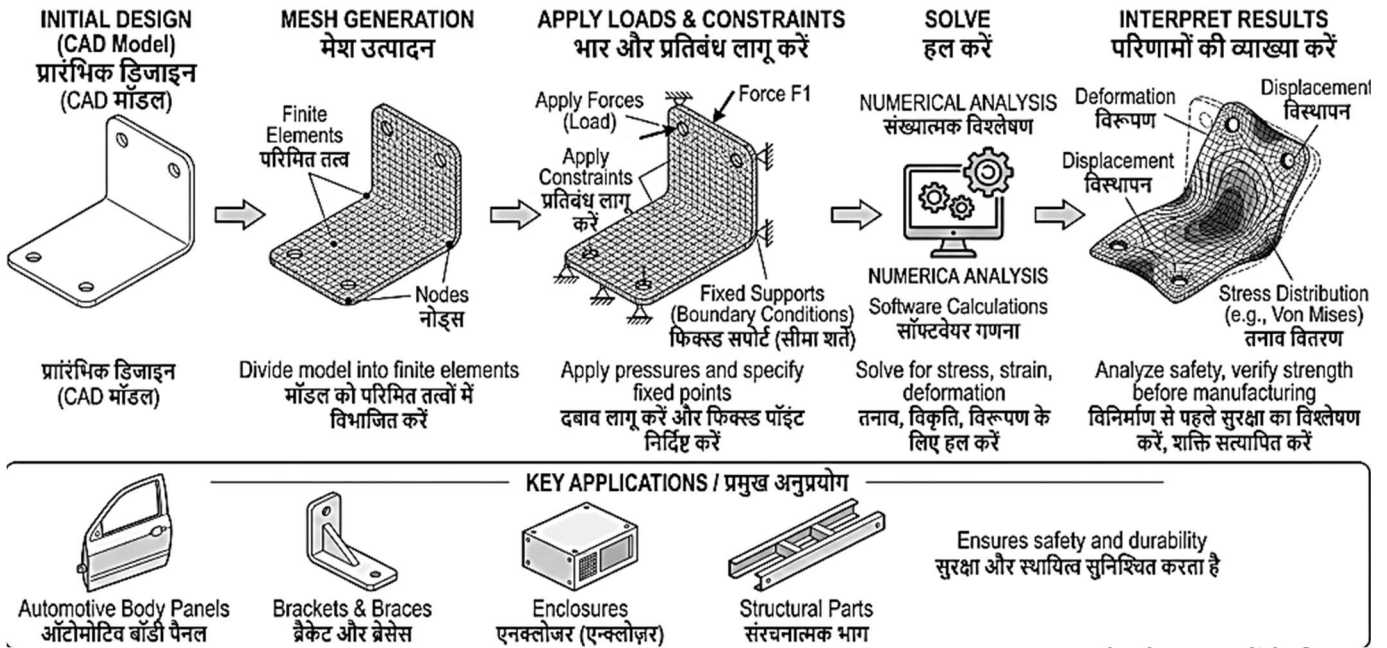

Fig. 3.10: Finite Element Method (FEM) Overview for Sheet Metal Components | शीट मेटल घटकों के लिए परिमित तत्व विधि (FEM) अवलोकन
3.10.1 Introduction (Fig. 3.10)
3.10.1 परिचय (Fig. 3.10)